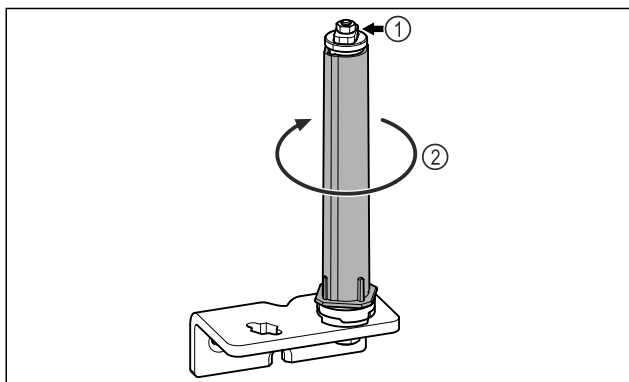

Fig. 23
- Ta inte isär dörrlåssystemet Fig. 23 (1).
- Vrid låssystemet Fig. 23 (2) tills det klickar.